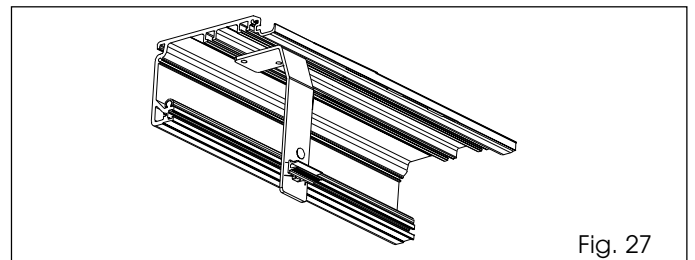

Fig. 27
- Fissare all' estremità della traversa, opposta al gruppo motore, una staffa fissaggio carter utilizzando le viti e i piastri in dotazione (fig. 27).